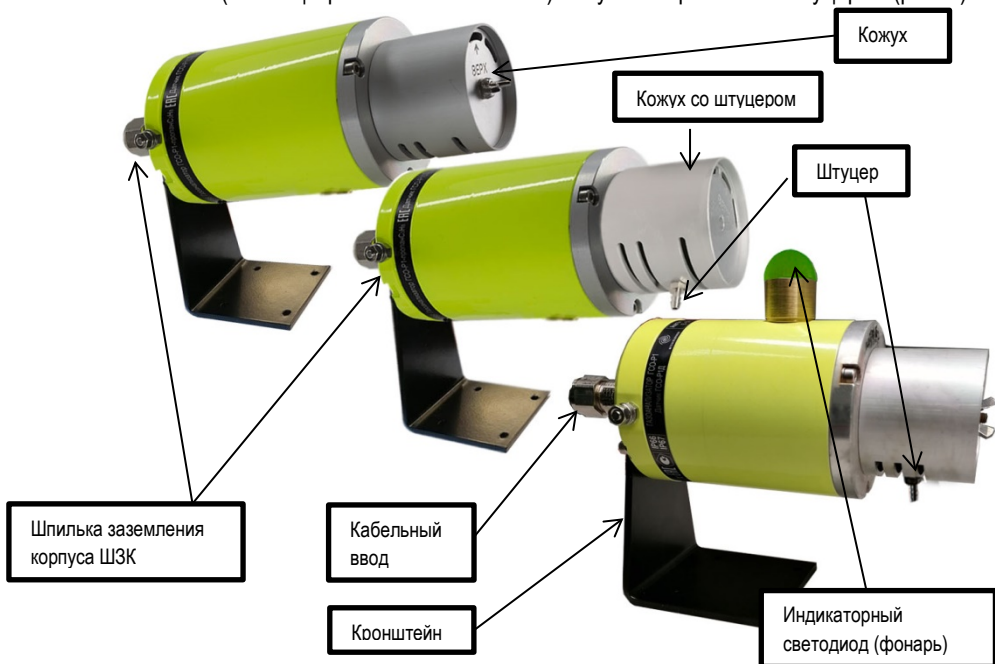

Рисунок 3 Общий вид газоанализатора ГСО-Р1
- д) штуцер для принудительной подачи газа, установленный на кожухе (см. рисунок 3) – 1 шт. (поставляется по требованию заказчика);
1.4.6 Для дистанционной проверки работоспособности газоанализатора ГСО-Р1 возможна поставка (по спец. требованию заказчика) кожуха в варианте со штуцером (рис. 3)